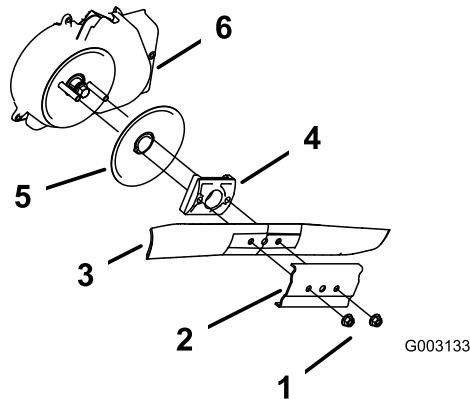

Figure 53
3. Retirez les 2 écrous de la lame et le renfort (Figure 53).
4. Déposez la lame (Figure 53).
5. Déposez le dispositif d'entraînement de la lame et le disque (Figure 53).
6. Déposez la protection de l'embrayage du frein de lame (Figure 53).
10. Reposez la lame et le renfort déposés précédemment (Figure 53).